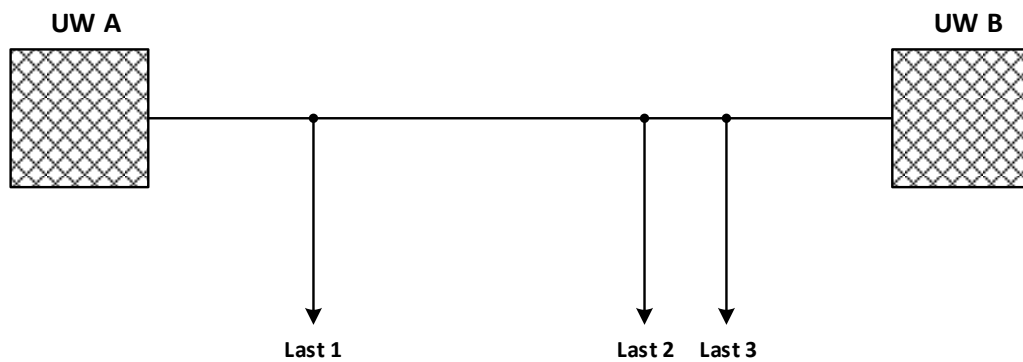

Bild 2: P- und Q- Verteilung bei gleichen Speisespannungen
- Eintragen der gemessenen P- und Q-Verteilung in das Übersichtsschaltbild **(Bild 2)**